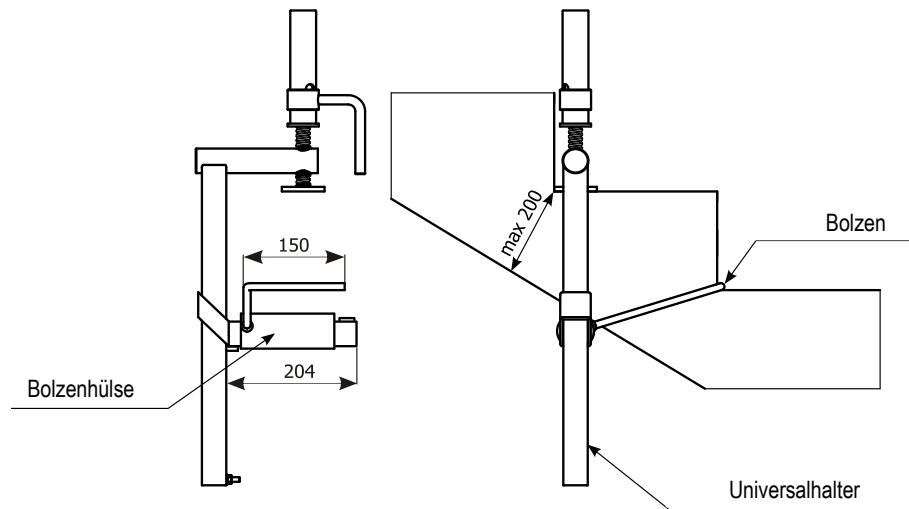

Abb. 18. Universalhalter mit Treppenhaken
1.3.16. Universalhalter mit Treppenhaken (Abb. 18)